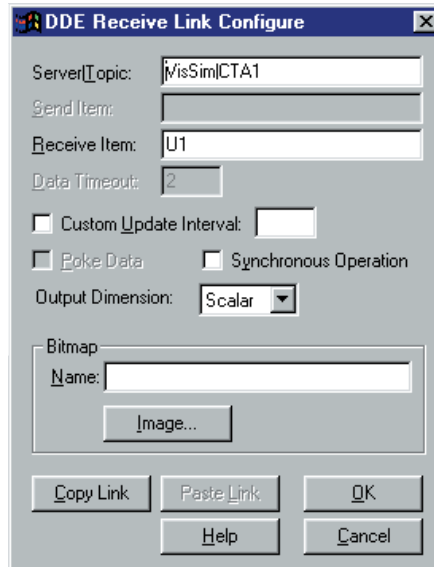

Рис. 8. Настройка параметра U1 DDE-клиента (VisSim)
В верхней части диаграммы отражена интерфейсная часть. На рис. 8 и 9 представлено, как настраиваются входной (U1) и выходной (T) параметры.